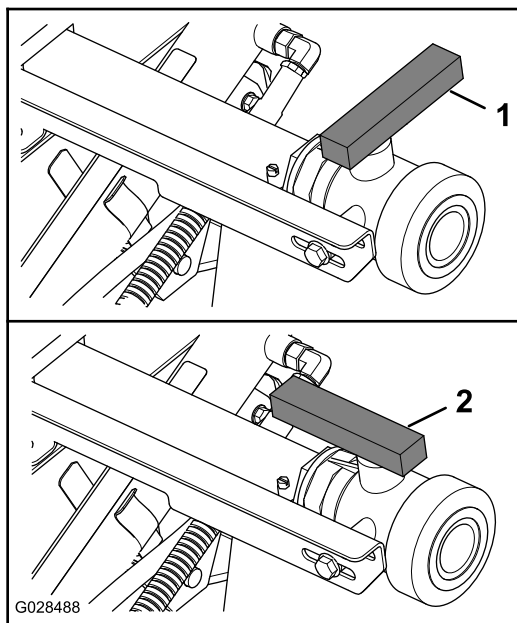

図 73
3. タンクのドレンバルブを開いて残っている薬液をすべて排出する (図 73)。
4. ドレンバルブを閉じる 図 73。